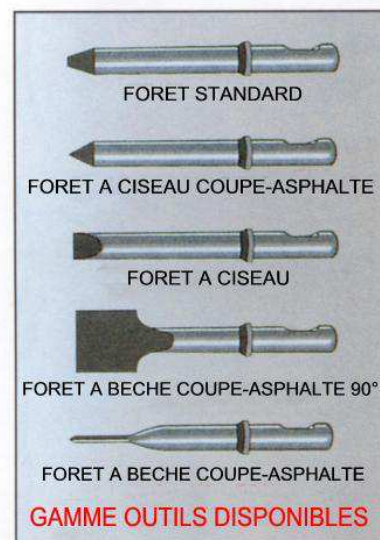

FIG. 5
9. Outil en acier trempé, proposé dans différentes versions (Fig. 5).
La figure 5 montre les outils disponibles et fournis par le Fabricant du marteau, susceptibles d'y être associés.